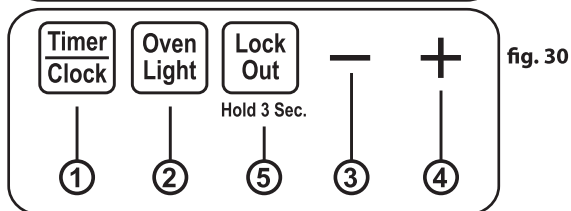

fig. 30
22.- DISPLAY (Ver fig. 29 y fig. 30 según la configuración de su producto)